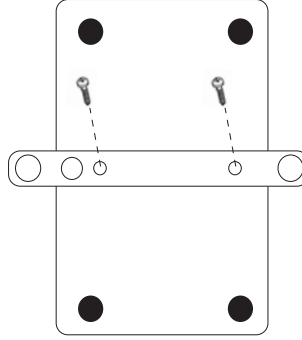

Figura 6.
Paso 1. Introduzca los dos tornillos M3 x 4 a través del soporte de pared en la parte posterior del módulo transmisor, tal como muestra la figura 6.